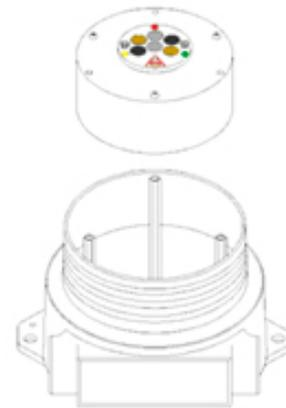

Figura 2-8
4. Deslize o disco de Módulo do Detector para fora da base do compartimento (veja a Figura 2-8).